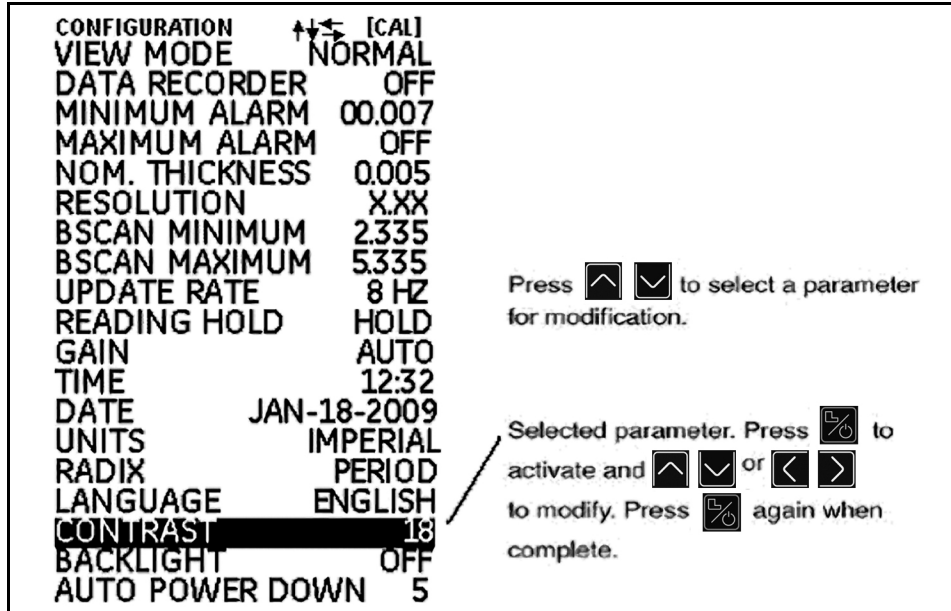

Figura 6: Modo de Pantalla de Configuración
- **Modo de Pantalla de Configuración** – Desde esta pantalla se accede a los controles del aparato. Los controles que aparecen en pantalla de configuración dependen de las opciones instaladas (véase *Figura 6 en la página 13*). Los contenidos de la pantalla de Configuración dependen de la configuración de opción instalada del aparato.